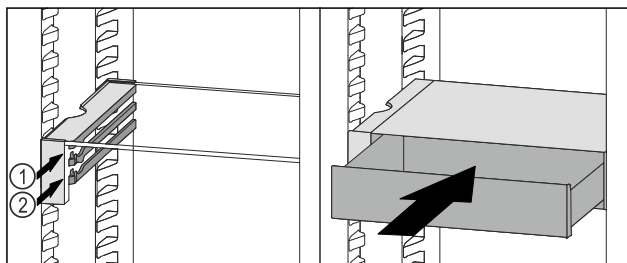

Fig. 235
- Nasadte zásuvku VarioSafe za zářezky na požadovaném žebro Fig. 235 (1) nebo Fig. 235 (2).